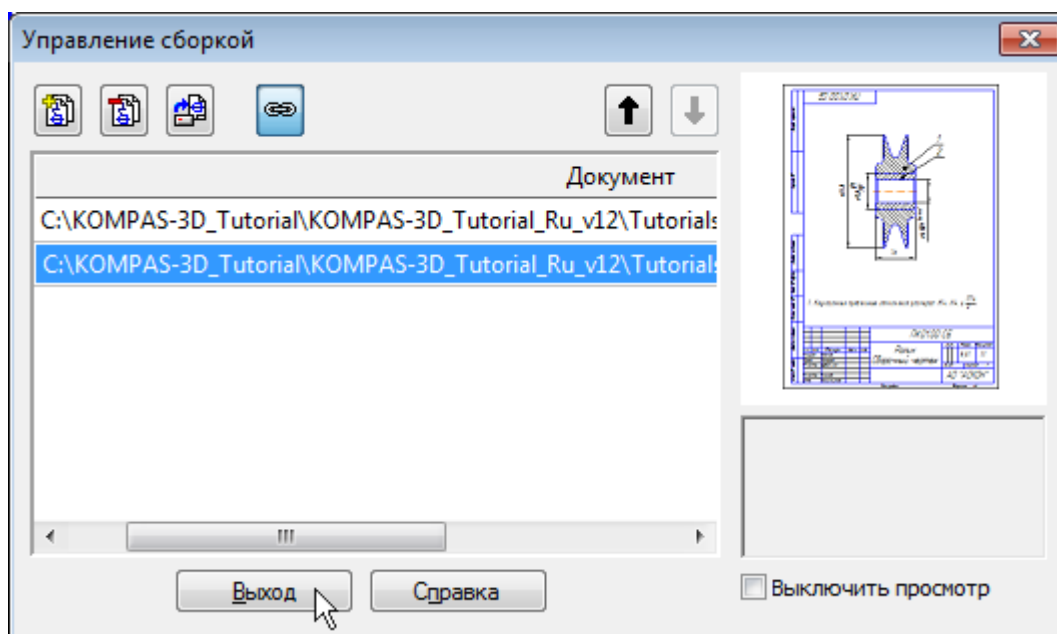

Рисунок 5.
- Подключенный документ отобразится в списке окна Управление сборкой. Нажмите кнопку Выход (рис.5).